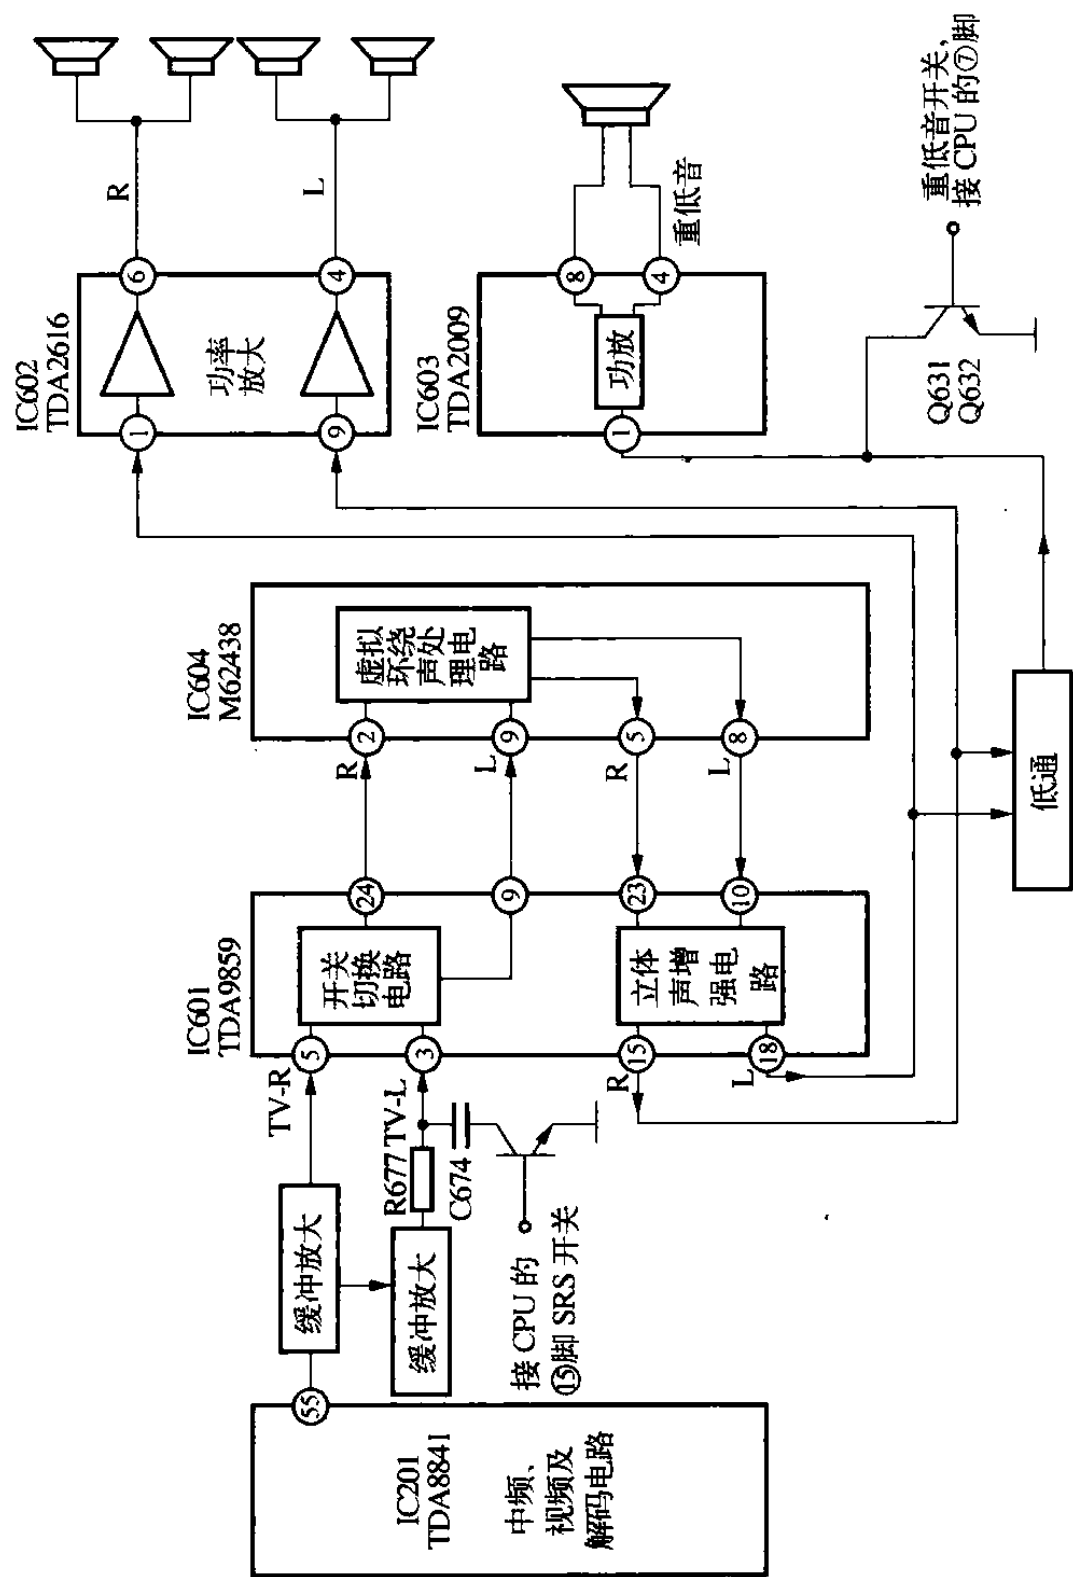
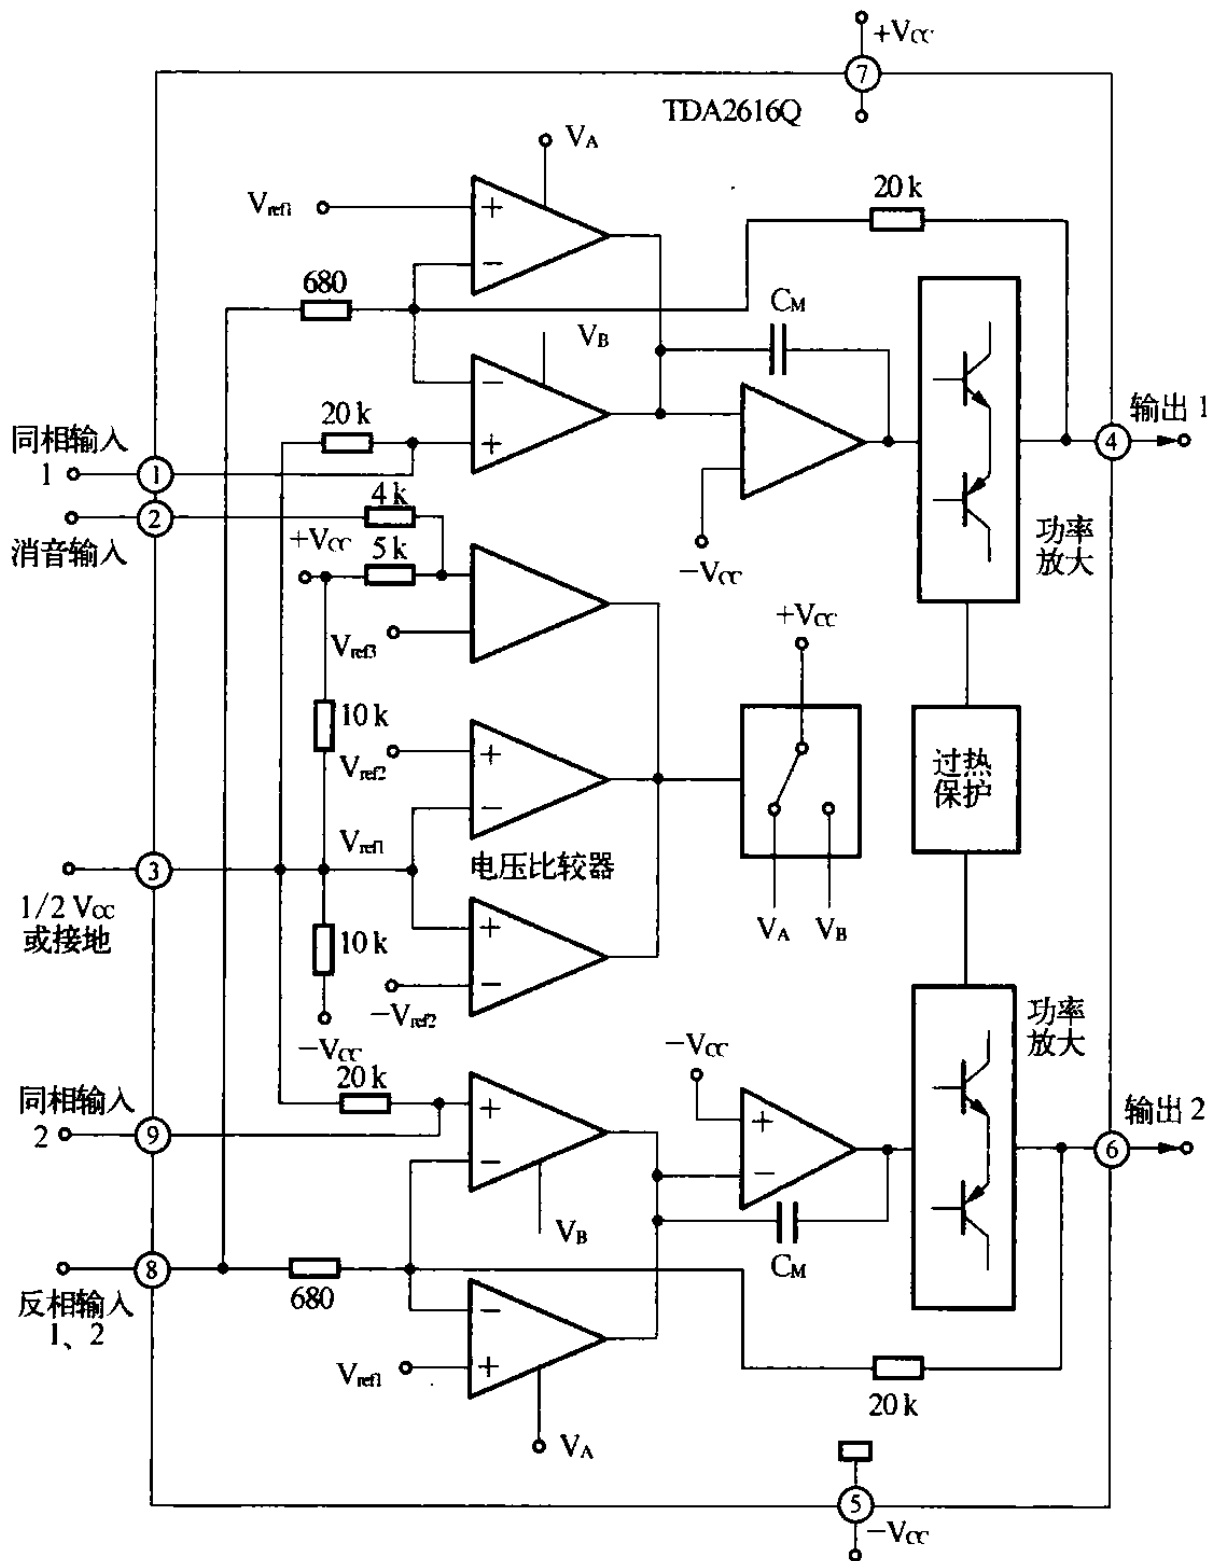

图 2-23 音频电路的信号流程图
图 2-26 TDA2616Q 双声道功放内部电路方框图
故障分析:应分别检查两个声道的信号流程,音频电路的信号流程图如图 2-23 所示。
① 声源选择开关。TDA9859 能把三个立体声信号源 AUX、MAIN、SCART 或六个单声信号源来的输入信号选择并切换到 SCART 接口或驱动扬声器的功率放大器。主声道(线性输出)可以在集成电路外部绕过,即从⑨、②④脚输出,经过信号处理后又回到⑩、②③脚。这样便于声音信号作线性输出,也便于插入环绕声解码器。在本机芯中插入了 SRS 虚拟环绕声处理器,也可以在 4:2:4 环绕声信号处理中,由两路传输信号解出四路环绕声输出。
② 扬声器通道。扬声器通道的音量控制分为共用的音量控制和左、右声道的音量控制。共用音量控制同时控制左、右声道的音量($-40 \sim +15$ dB),单独控制左、右声道的音量控制范围为 $-23 \sim 0$ dB,高音部分可控制范围为 $-12 \sim +12$ dB,低音部分可控制范围为 $-15 \sim +19$ dB。步进为 2 dB。
③ 效果控制。具有立体声、环绕立体声单声等三种声效模式,以及静音效果。
④ I²C 总线控制。所有控制量的预置值都被存储在副地址寄存器中,通过红外遥控器或有面板按键,可以控制寄存器中的数据,使各模量的控制变得十分简单、方便。
故障检修:参照图 2-23 查 IC601⑮、⑮脚输出的 R、L 声道的信号输出,正常;查 IC602①、⑨脚的输入信号正常(TDA2616Q 双声道功放的内部电路方框图如图 2-26 所示);查 IC602⑥、④脚输出的音频信号,④脚输出正常,⑥脚无输出,表明 IC602 有故障,更换 TDA2616Q 后故障排除。